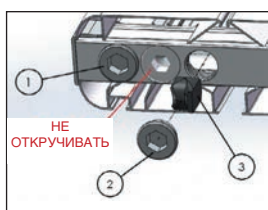

Рис. 1
- Подсоединение узлов нижнего подключения: снять пробки №1 и №2 (рис. 1), для обеспечения правильного движения теплоносителя вставить диафрагму в соответствии с пунктом В, на место пробок 1 и 2 установить ниппели ½ x ¾ с коническим седлом арт. А350 или под плоскую прокладку арт. А351 и затянуть их до полного соединения с силой 20Nm.